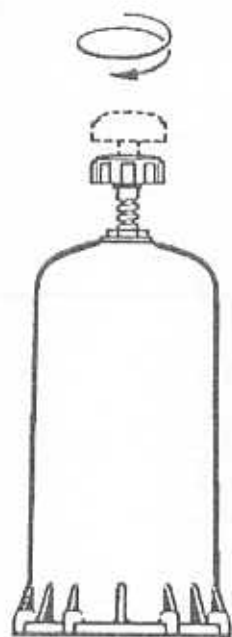

Abb. 9
- Den Bypass-Schalter auf die mittlere Stellung bringen (Abb. 9)